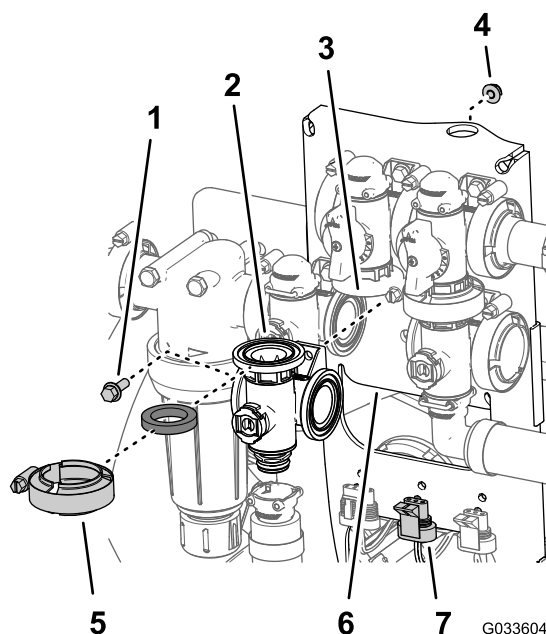

Bild 112
1. Fluchten Sie den Flansch des Rührwerkventilverteilers, eine Dichtung und den Flansch des Rührwerk-Sicherheitsventils aus (Bild 112).
9. Befestigen Sie das Rührwerkventil mit der Bundkopfschraube und der Sicherungsbundmutter (Bild 112), die Sie in Schritt 3 von Entfernen des Rührwerkverteilterventils (Seite 78) entfernt haben, an der Ventilhalterung und ziehen Sie die Schraube und Mutter bis auf 10-12 N·m an.